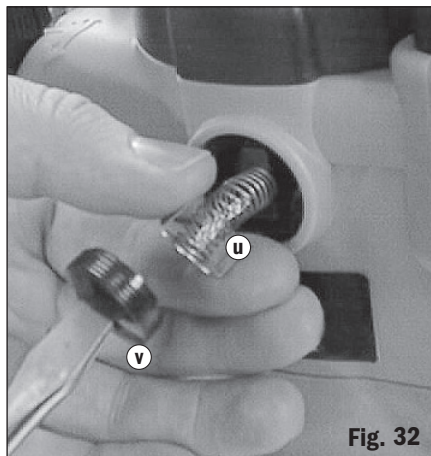

Fig. 32
2. Togliere le spazzole tirando con attenzione le molle sporgenti. Fig. 32.